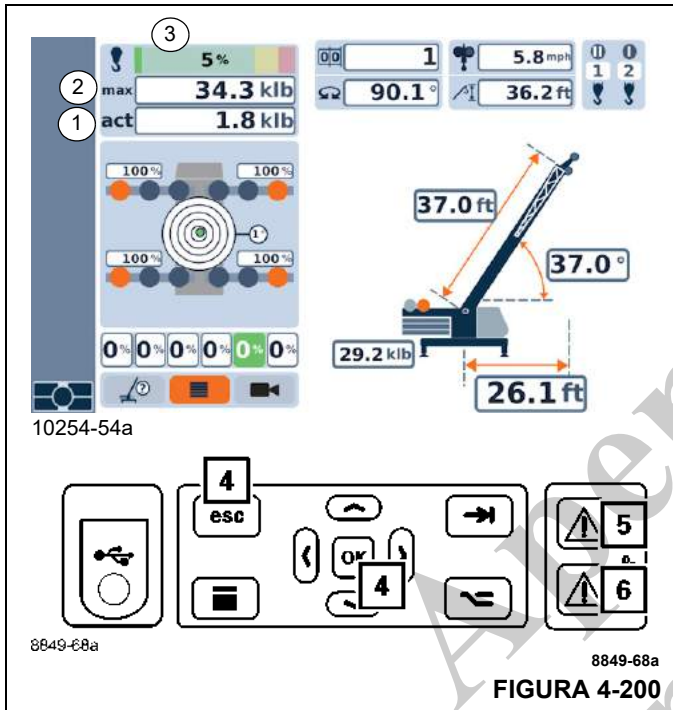

FIGURA 4-200
- Após cinco segundos, será possível desligar o tom de campainha usando o botão (4, Figura 4-200).
- A lâmpada (6) acenderá.
- O mostrador (3) exibe o grau de utilização atual, por exemplo, 100%; a barra fica vermelha.
- O valor no mostrador (1) é igual ou maior ao valor no mostrador (2).